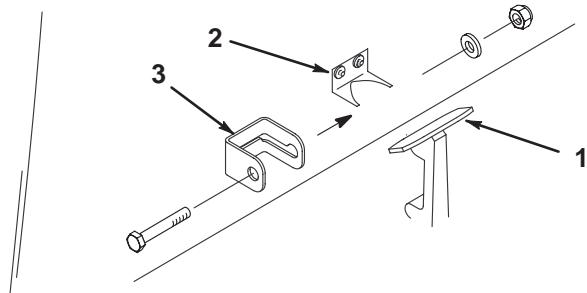

図 8
1. ブラケットからラッチを外す(図8)。
2. フード・ロック(図8)をラッチに合わせて入れる。
3. ラッチをブラケットに取り付け直す(図8)。
4. ロック・ブラケットにキャップスクリュ(1/4×1-1/2)を通し、平ワッシャ、ロックナットで締め付ける(図8)。